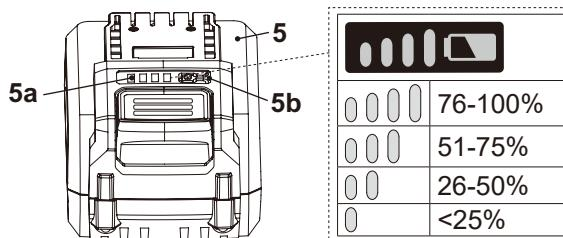

Fig. 7
Le bloc-batterie (5) est équipé de témoins d'autonomie (5a) qui permettent de donner une indication relative à l'autonomie restante du bloc-batterie. Appuyez sur la touche d'autonomie de la batterie (5b) pour vérifier l'autonomie de celle-ci (Fig. 7). Les LED resteront allumées pendant environ 10 secondes.